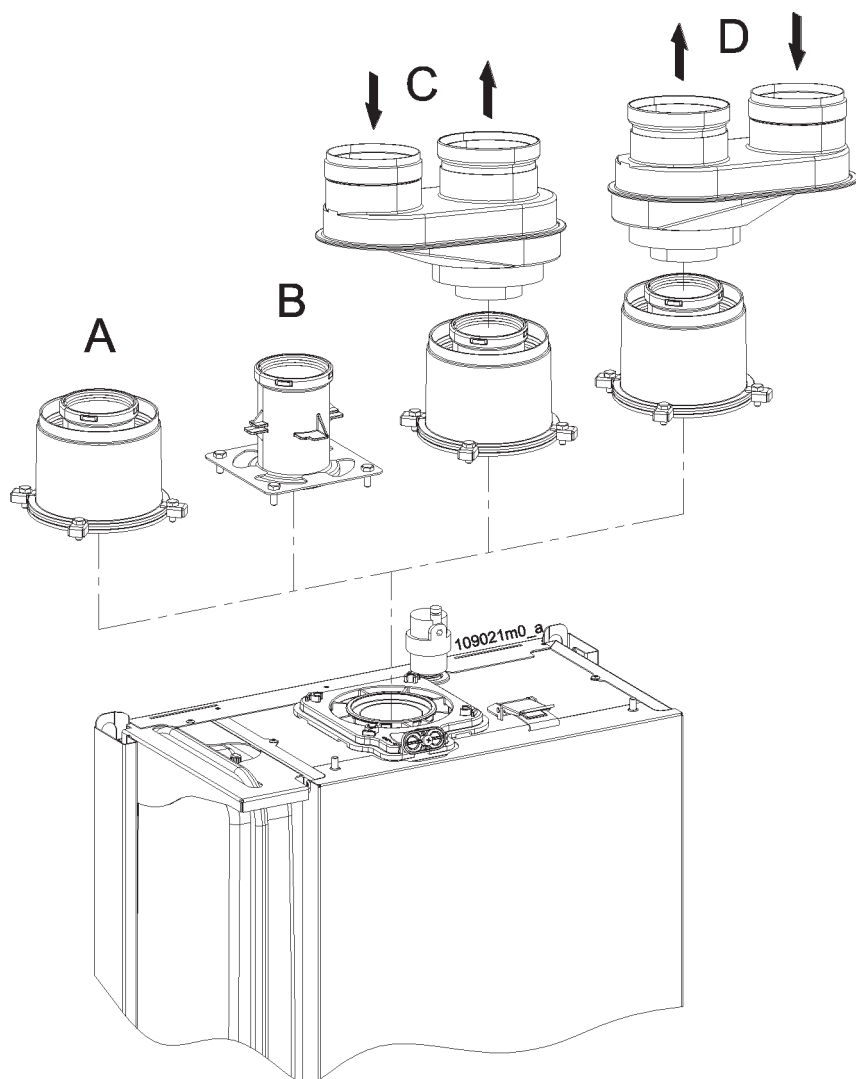

Figura 5-13 - Possibilità di orientamento degli scarichi e delle aspirazioni.
In figura 5-13 sono mostrate tutte le possibilità di scarico/aspirazione.
Le combinazioni che si possono ottenere con lo scarico/aspirazione sono (fare riferimento alla figura 5-13):
- 4.- scegliere il lato dell'apparecchio dal quale si vogliono scaricare i fumi ed aspirare l'aria (vedi figura 5-13);